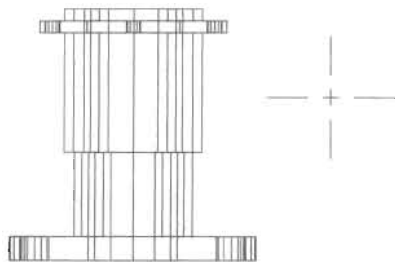

图 14-159
(1) 把视图切换到前视图, 绘制一个十字形辅助线, 如图 14-159 所示。